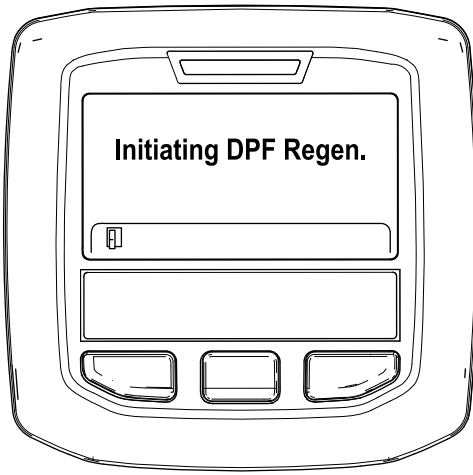

図 38
A. Initiating DPF Regen DPF 再生開始中というメッセージが表示される 図 38。